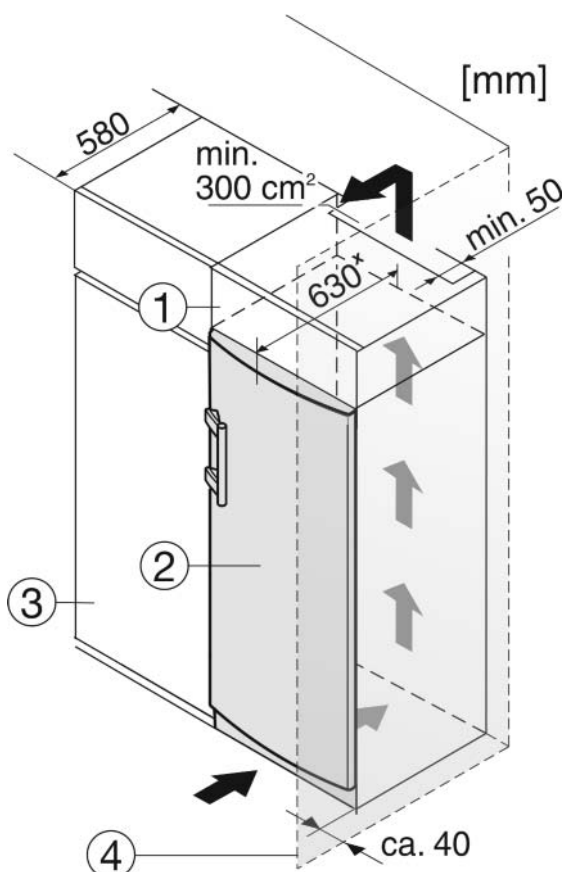

Fig. 8
- (1) Nástavná skříňka
- (2) Přístroj
- (3) Kuchyňská skříň
- (4) Stěna
Zařízení lze zabudovat do vybavení kuchyně. K vyrovnání přístroje Fig. 8 (2) na výšku kuchyňské linky lze na přístroj nasadit odpovídající nástavec Fig. 8 (1).
Při montáži do kuchyňských skříní (hloubka max. 580 mm) lze přístroj instalovat hned vedle kuchyňské skříně Fig. 8 (3). Přístroj přesahuje přední stěnu kuchyňské skříně na stranách o 34 mm* a uprostřed o 50 mm*.
Když se přístroj instaluje závěsy vedle stěny Fig. 8 (4), musí být vzdálenost přístroje od stěny alespoň 40 mm. To odpovídá přesahu madla při otevřených dveřích.